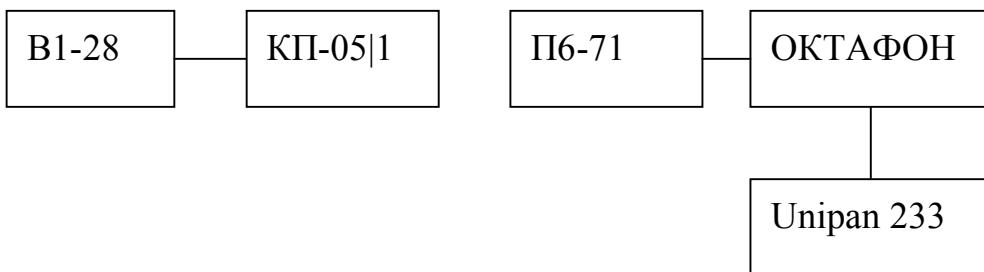

Рис. 2
1) Собрать схему соединений согласно рис. 2, используя аппаратуру рабочего эталона РЭНЭП-05Г/30М.